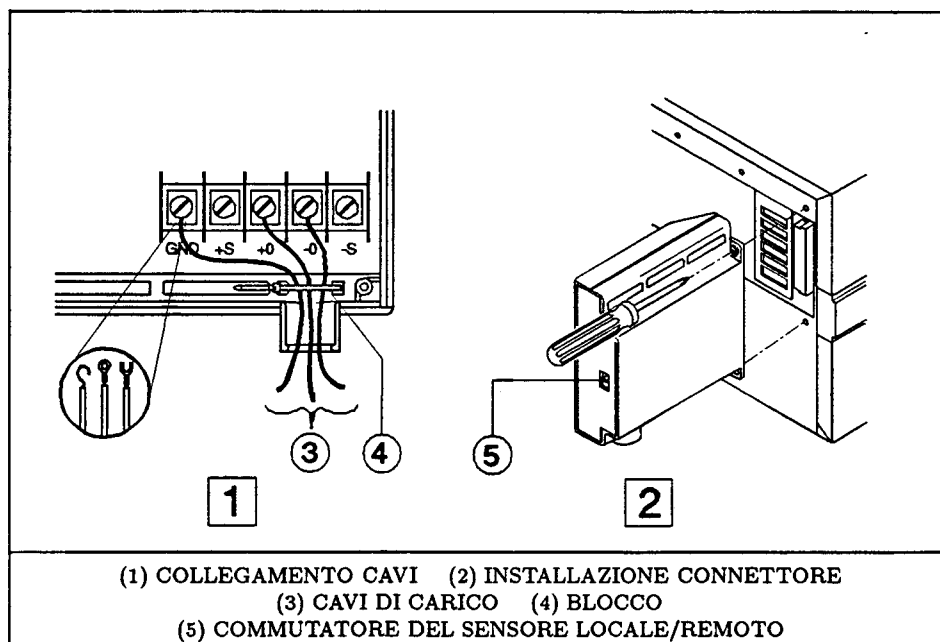
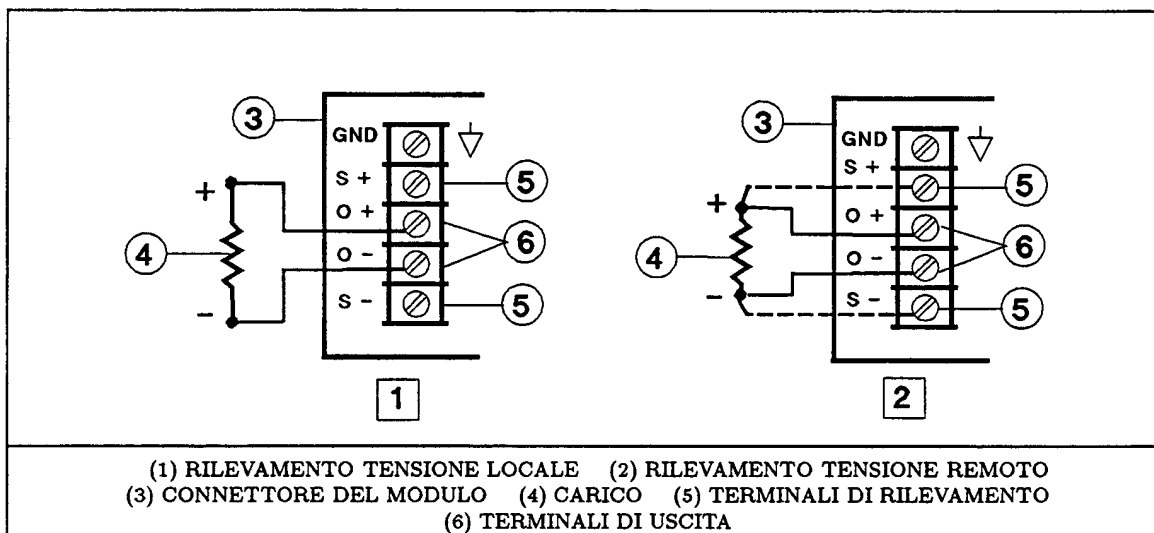

Figura 9. Connettore di uscita del modulo
Figura 10. Collegamento di carico tipico
Eseguire tutti i collegamenti di carichi sul connettore di uscita fornito con l'adattatore (vedi Figura 9). Per facilitare il collegamento dei connettori all'unità centrale, installarli da sinistra a destra (guardando dal retro dell'unità centrale). Consultare la Guida di installazione (Tabella 2) per i dettagli. I terminali di uscita dell'adattatore sono isolati da terra. Se necessario, si può collegare a terra uno a scelta dei due terminali di uscita. La Figura 10 mostra una tipica connessione dei carichi.
Il connettore di uscita è dotato di un sensore di rilevamento della tensione (vedi 5, Figura 9), che seleziona il modo di rilevamento locale o remoto per la tensione di uscita. I collegamenti richiesti per il rilevamento remoto sono indicati in Figura 10. Si possono usare cavi a sezione ridotta per i sensori remoti poiché non portano corrente di carico.
- Commutatore **Local/Remote** del connettore di uscita (vedi Figura 9).